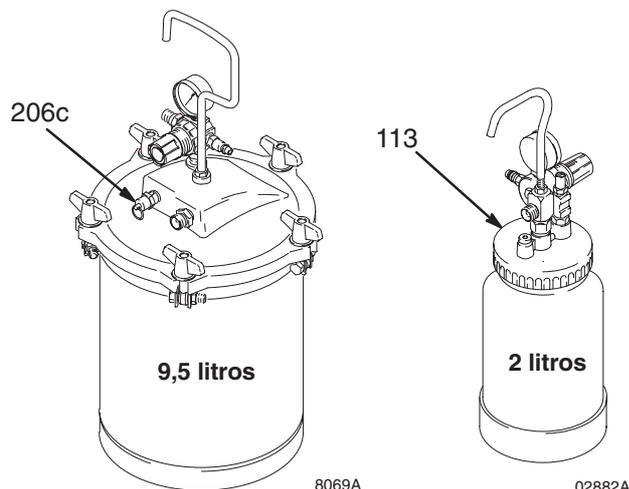

Fig. 14
1. Libere la presión del recipiente a presión remoto tal como se indica a continuación (vea Fig. 14):